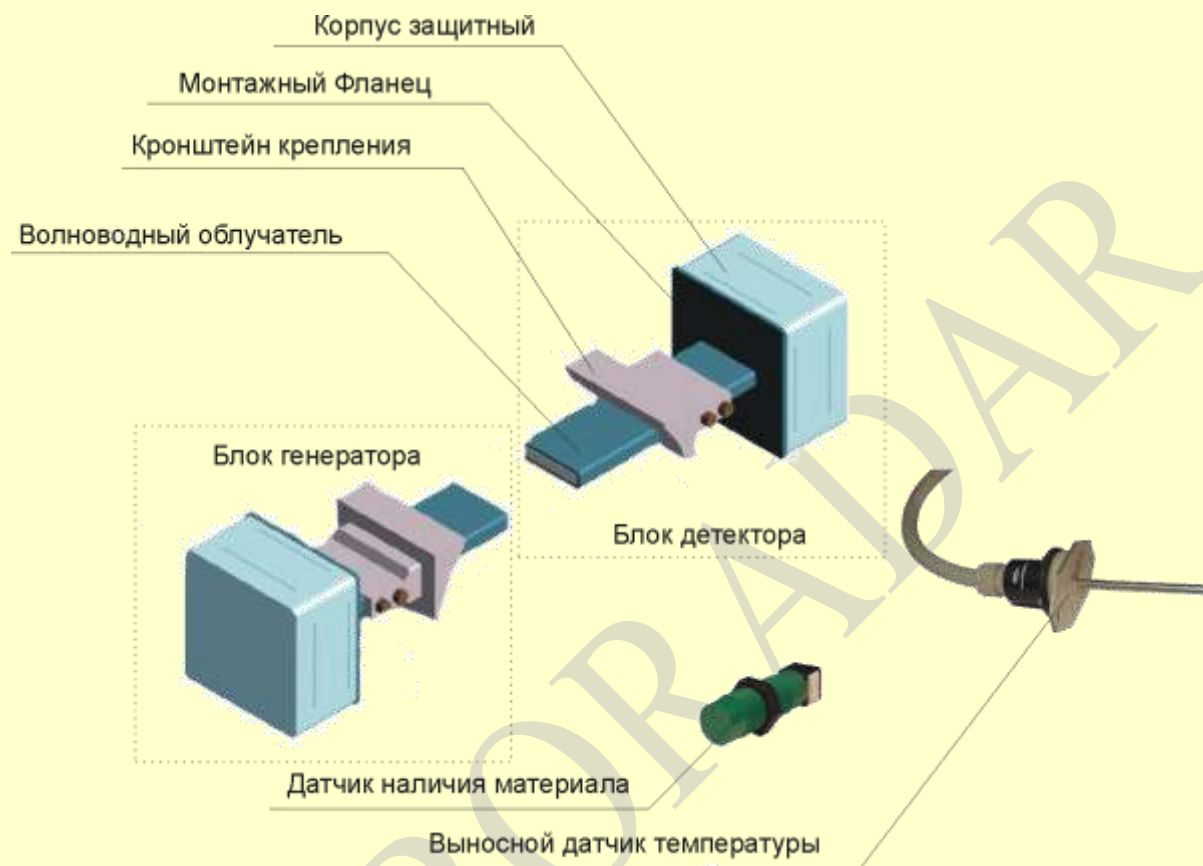

Рис. 1. Внешний вид блока сенсоров влагомера «Микрорадар-113NN20N»
4.1. Внешний вид и устройство блока сенсоров влагомера «Микрорадар-113NN20N» приведены на рис. 1.